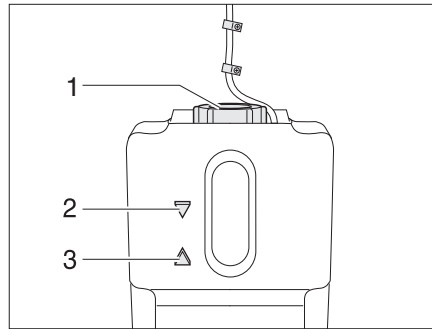

Bild 359 Expansionsbehållare varmvatten-värmesystem
- Kontroll av vätskenivå utförs på expansionsbehållaren (Bild 359), nivån skall ligga mellan markeringarna "MIN" (Bild 359,3) och "MAX" (Bild 359,2).
- Vredet på expansionsbehållaren (Bild 359,1) öppnas.